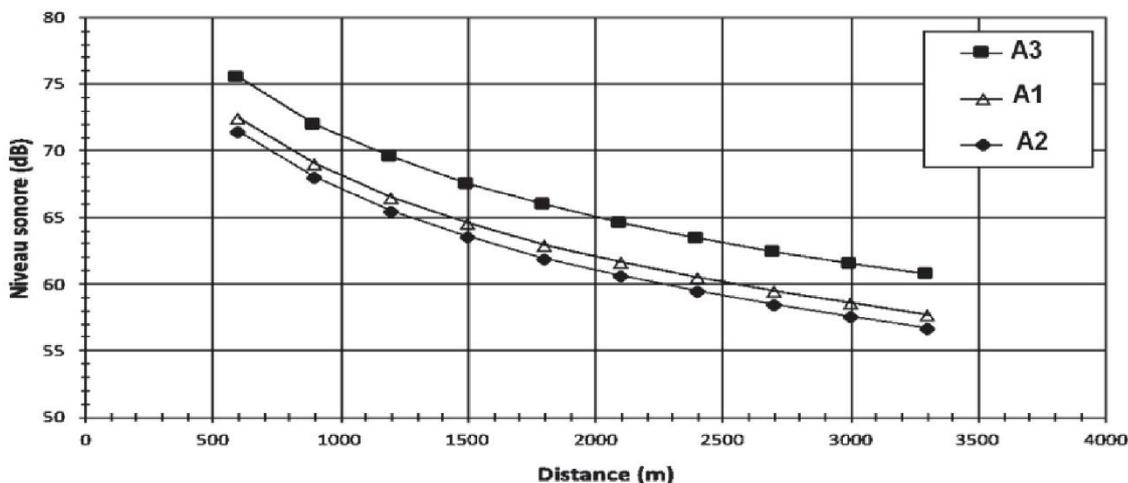

Figure 1. Représentation des variations du niveau d'intensité sonore en fonction de la distance pour différents types d'avions.
La figure 1 représente les variations du niveau d'intensité sonore (en dB) en fonction de la distance (en m) pour trois avions de type A1, A2 et A3.
- En utilisant la figure 1, estimer la diminution du niveau d'intensité sonore L lorsque la distance à la source est multipliée par deux.